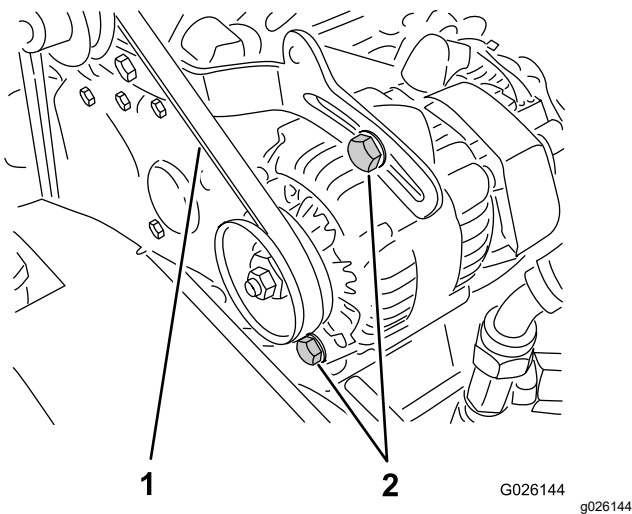

Figura 62
2. Verifique a tensão pressionando a correia a meio curso entre a cambota e as polias do alternador com uma força de 10 kg (Figura 62).
- A. Desaperte os 2 parafusos de fixação do alternador (Figura 62).
- B. Utilizando um pé de cabra, rode o alternador até atingir uma tensão adequada da correia; depois, aperte os parafusos de montagem (Figura 62).